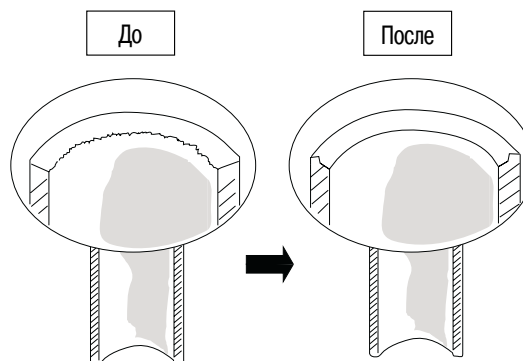

Рис. 25
- Удалите заусенцы на конце медной трубы при помощи развертки или напильника. Эта операция очень важна, и выполнять ее нужно тщательно для создания надлежащего раструба (рис. 25).